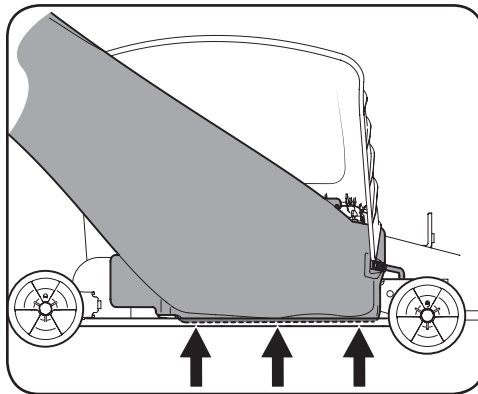

Figure 4-19
1. Installez le support de tige de la botte (747-06043) sur la chaussure à l'aide de 2 vis à épaulement (738-1225) et de 2 écrous de fixation (712-04064) du kit de quincaillerie 689-00636. Assurez-vous que les vis à épaulement (738-1225) sont installées à l'intérieur de la chaussure. Voir Figure 4-19.
Important ! Assurez-vous que le dessous de la goulotte est bien placé sur le rebord de l'ouverture du plateau de coupe. Voir Figure 4-19.